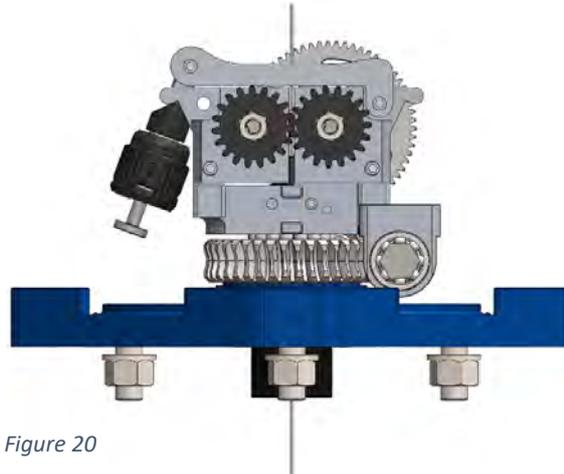

Figure 20
5. À ce stade, vérifiez bien que le fil est bien positionné dans les gorges des galets d'entraînement, puis repositionnez le bouton dans sa position initiale et vissez-le jusqu'à ce que le limiteur de couple soit activé afin d'être dans cette situation . Figure 20;